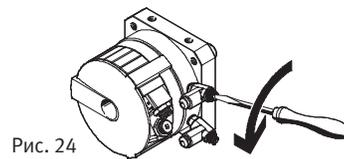

Рис. 24
6. Медленно открывайте дроссели с обратным клапаном (Рис. 24) до установки желаемой скорости поворота. Упорный рычаг должен точно достичь конечного положения, но без жесткого удара.